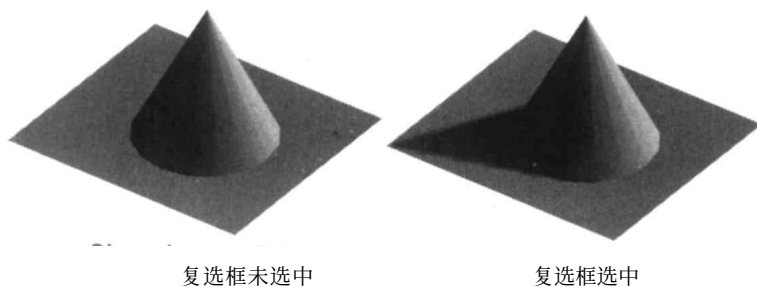

图 7-10
- Shadows (阴影) 该选项用来进行生成阴影，如图 7-10所示。当选择渲染类型为 Render时，该选项不可选。